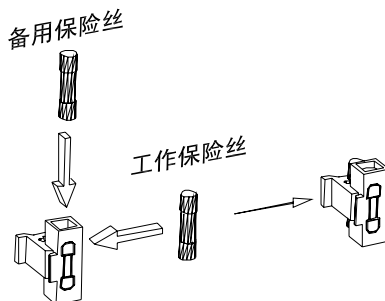

图 3-8a 保险丝安装第一步
1. 从交流电源插座内拔出保险丝卡座，如图 3-8a 所示，将一支 2A 保险丝压入卡座内，还可以将一支备用保险丝放入备用槽内，以便方便更换；